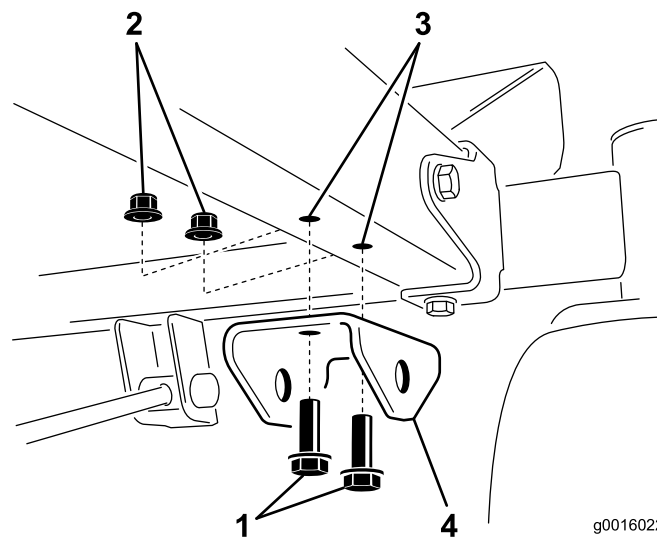

Bild 5
6. Befestigen Sie die Pedalhalterung vorne an der rechten Seite der Maschine am Rahmen, wie in Bild 5 dargestellt.